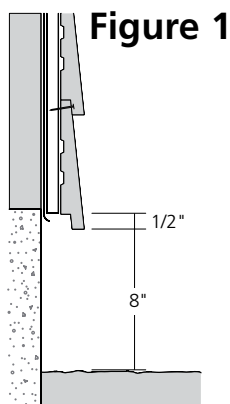

Figure 1
- 8" (203 mm) du sol (voir figure 1);